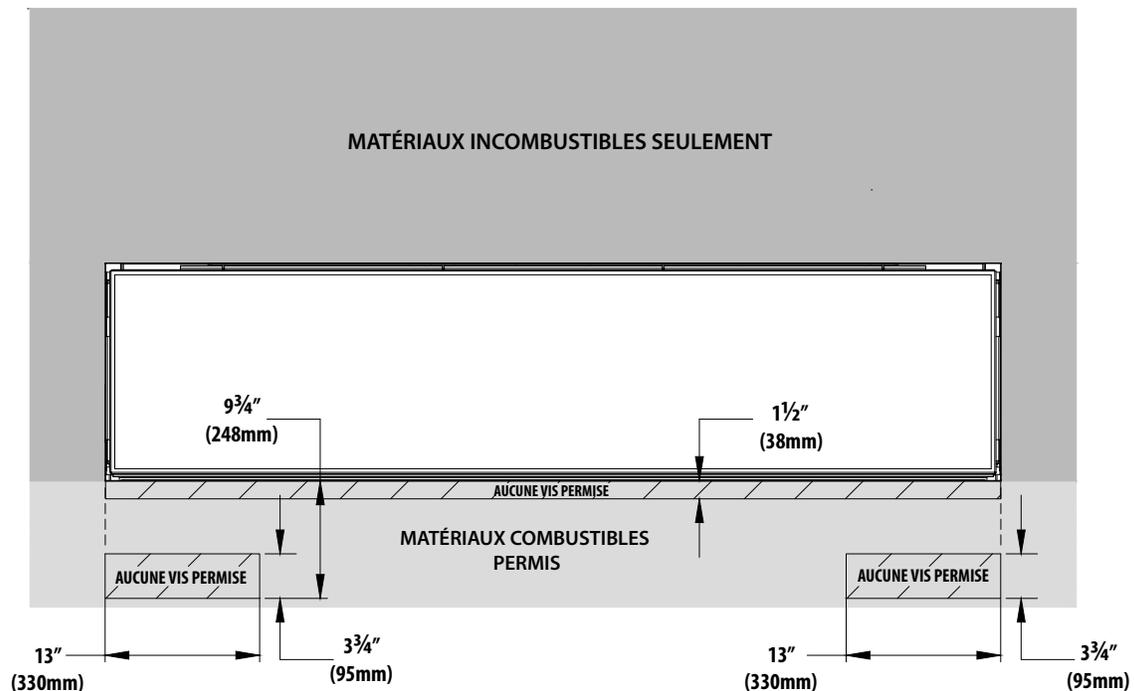

Figure 4.5, Dimensions minimums des matériaux incombustibles emplacements de vis
- Ces matériaux combustibles sont installés par dessus tous les matériaux incombustibles exigés, tels que montrés à la Figure 4.4 et la Figure 4.5 (page 28).